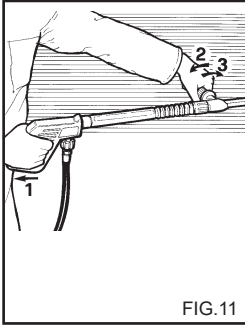

FIG.11
**USO DE LA LANZA DOBLE (accesorio opcional) (Fig. 11).**